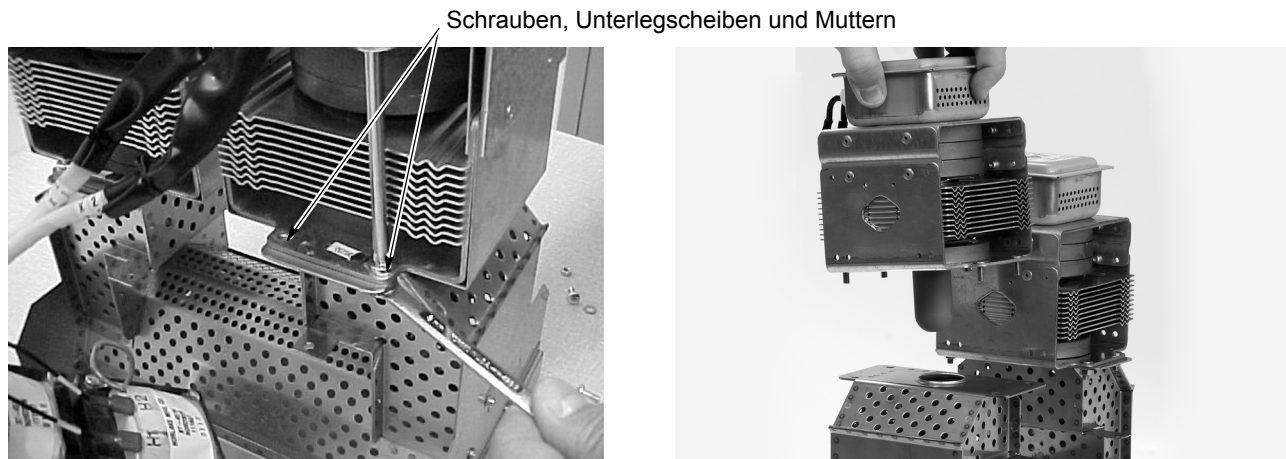

Abb. 5-18 Magnetron abnehmen
4. Siehe Abbildung 5-18. Die vier Schrauben, Unterlegscheiben und Muttern entfernen, die das Magnetron am Lampenkopfsockel befestigen. Magnetron abnehmen.
5. Siehe Abbildung 5-18. Die Dichtung um die Antenne des neuen Magnetrons prüfen und sicherstellen, dass sie glatt und frei von Verunreinigungen ist.